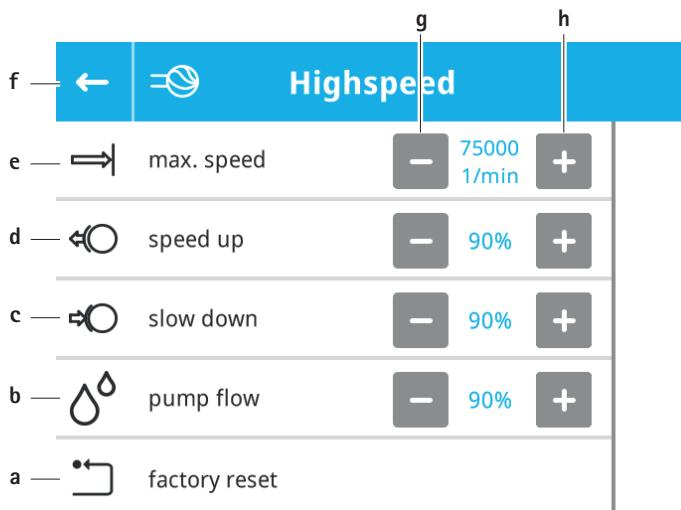

Fig. 11 Reglajele motorului – tipul de componentă aplicată selectată
- Submeniu tipului de componentă aplicată selectat se deschide, vezi Fig. 11.